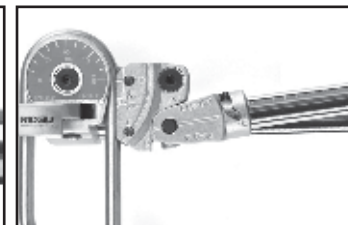

Рис. 15
4. Поворачивайте рукоять каретки вокруг формы, пока линия "0" на каретке не совместится с обозначением требуемого угла изгиба (рис. 15). Рукояти не пересекаются.